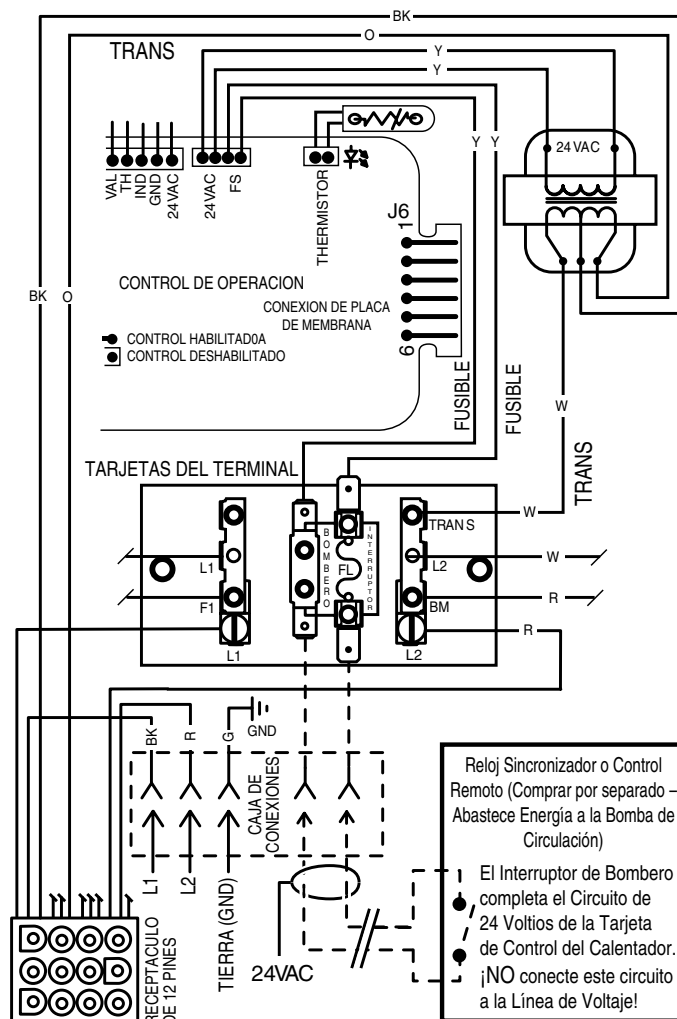

Figura 30.
- Conecte los cables entre los terminales del Interruptor de Bombero en el calentador y el regulador. Conecte los cables del controlador o del sincronizador al Interruptor de Bombero. El controlador, el sincronizador o el regulador deben ser preparados para manejar 24VAC a 0.5 Amp (por que completara el circuito de 24VAC del panel de control en el calentador como se muestra en la **Figura 30**). **NO** aplique voltaje de línea a los terminales del interruptor de bombero. Use cable calibre 18 con un mínimo de 3/64" (1.2mm) de grosor de aislamiento clasificado para una elevación de temperatura de por lo menos 105° C.